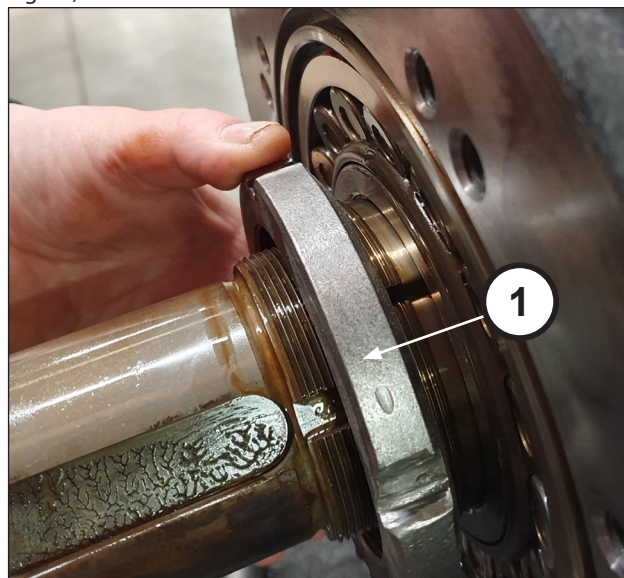
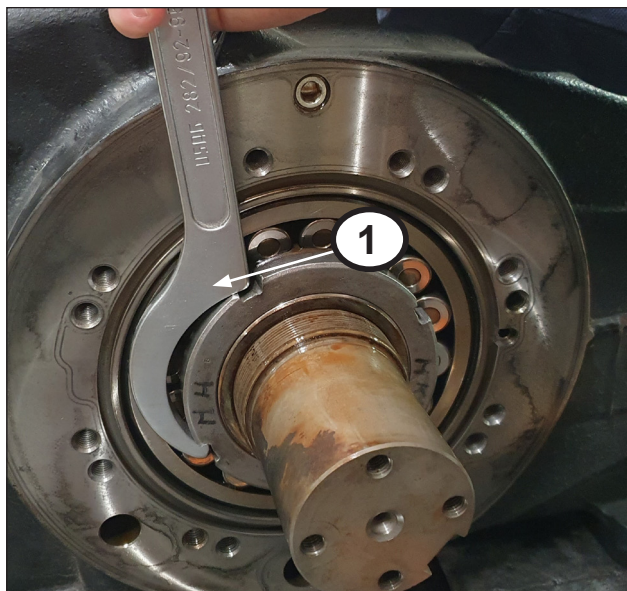

Fig. 25
Fig. 26
Aparafuse um anel do tipo SKF KM 16 na bússola de pressão (pos. ①, Fig. 25) e, em seguida, use uma chave de boca adequada para soltar a bússola (pos. ①, Fig. 26) sem extraí-la. Repita as mesmas operações no lado oposto do eixo (Fig. 27 - Fig. 28).